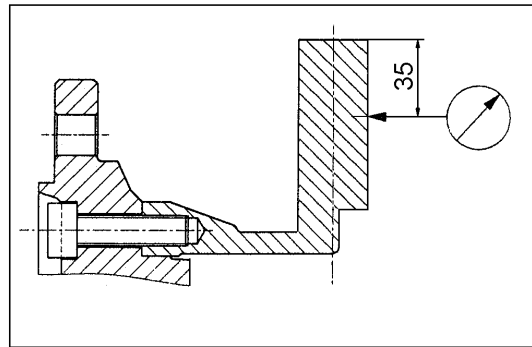

Bild 9
- Bei montierter Bremsscheibe, Bremsscheibenschlag durch Drehen der Radnabe gemäß Bild 9 prüfen. Grenzwert 0,15 mm. Bei höheren Werten Brems-scheibe nacharbeiten bzw. erneuern.